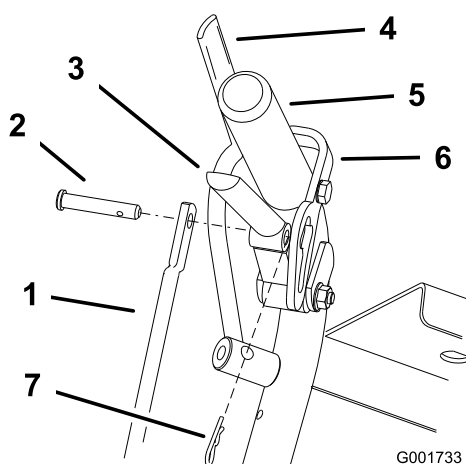
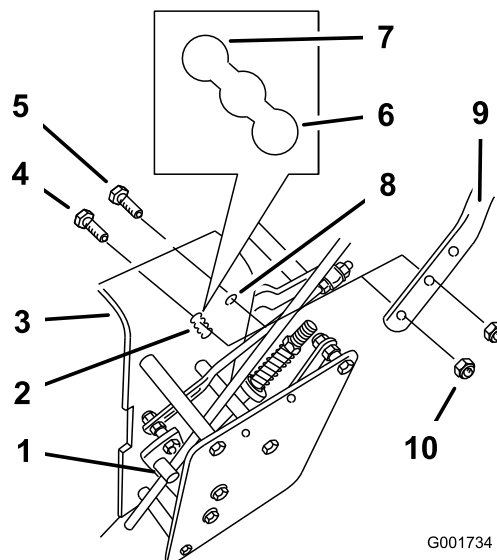

Figura 18
Figura 19
1. Rimuovete le coppiglie e i perni con testa dalle leve della trazione e i blocchi in folle (Figura 18).
2. Allentate il bullone flangiato ($\frac{3}{8}$ " x $1\frac{1}{4}$ ") e il dado flangiato superiori che assicurano la stegola al telaio posteriore (Figura 19).
3. Allentate il bullone flangiato ($\frac{3}{8}$ " x 1") e il dado flangiato superiori che assicurano la stegola al telaio posteriore (Figura 19).
5. Regolate la lunghezza dell'asta di comando ruotando l'asta sul relativo raccordo (Figura 18 e Figura 19).
6. Montate la coppiglia tra la leva di trazione e il dispositivo di blocco in folle inserendola nel perno con testa (Figura 18).